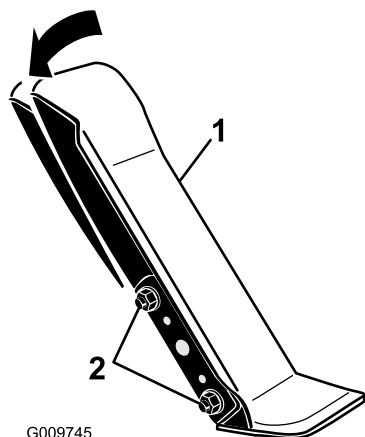

Figura 57
1. Allentare i 2 dadi e bulloni che fissano il lato sinistro del pedale di trazione alla staffa (Figura 57).
2. Inclinate il pedale nell'angolazione desiderata e stringete i dadi (Figura 57).